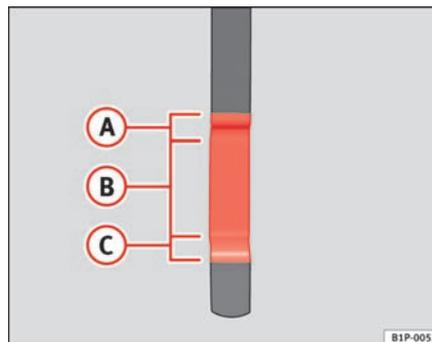

Abb. 144 Ölmesstab
- Den Messstab anschließend wieder herausziehen und den Ölstand ablesen ⇒ Seite 214, Abb. 144. Füllen Sie gegebenenfalls Motoröl nach.